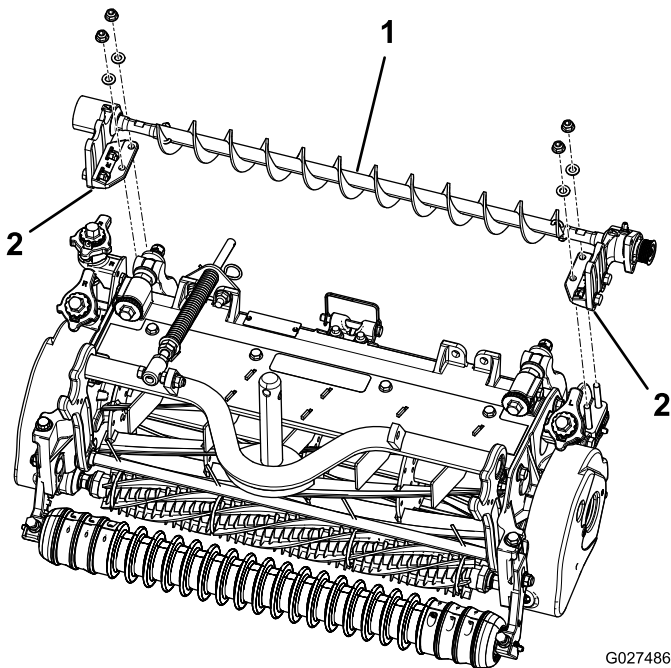

图6
10. 将左侧或右侧的滚筒刷组件安装支架固定到滚筒支架螺栓上（图6）。